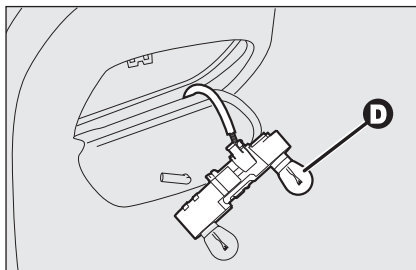

fig. 36
- enlever et remplacer l'ampoule intéressée en la poussant légèrement et en la tournant dans le sens inverse des aiguilles **fig. 36**;